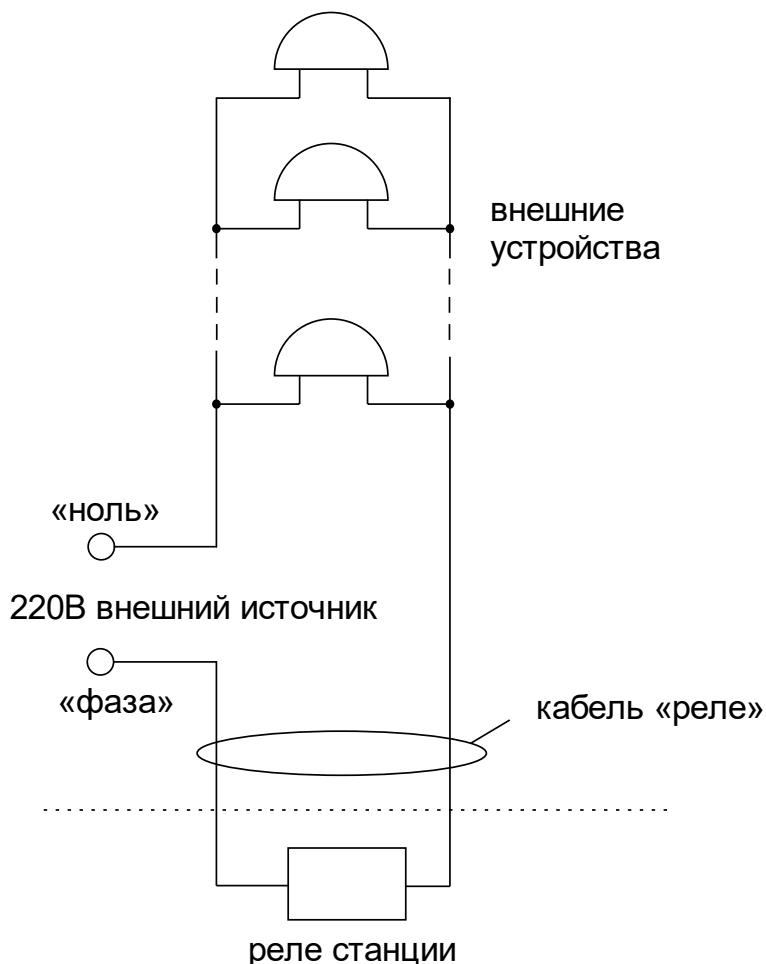

Рис. 1.
4.5 Подсоедините кабель «Реле», используя клеммную коробку на 220 В (приобретается дополнительно), следующим образом (см. рис. 1). На один из проводов кабеля «Реле» необходимо подать «фазу» внешней питающей электросети 220 В, предназначеннной для питания внешних устройств; второй конец кабеля «Реле» подключить непосредственно к одному из входов питания внешних устройств; другой вход питания внешних устройств подключить на «ноль» питающей электросети 220 В. Все внешние устройства должны быть соединены друг с другом по входам питания параллельно. К внешним устройствам относятся, например, школьные звонки громкого боя.